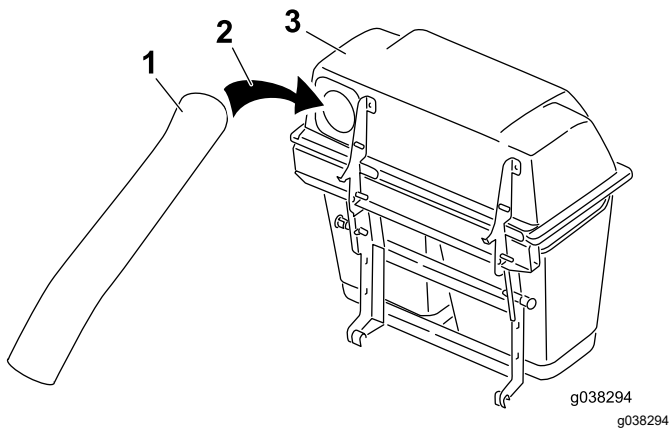

Figura 32
3. Instale el tubo superior en la abertura del ensacador y vuelva a retirarlo de manera que sobresalga la junta de la tolva (Figura 32).